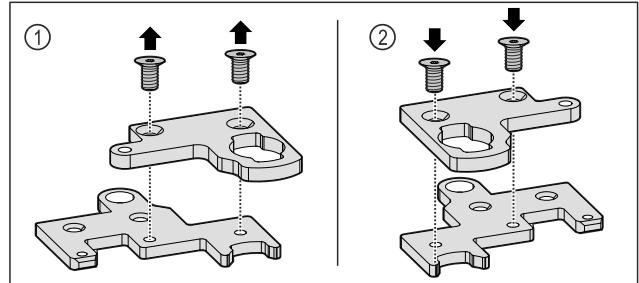

Fig. 34
- Dezasamblaţi colţarul balamalei din două părţi. Fig. 34 (1)
- Asamblaţi din nou colţarul balamalei din două părţi rotit cu 180°. Fig. 34 (2)